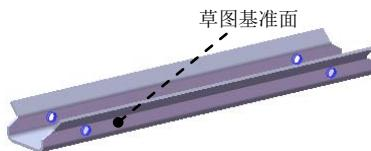
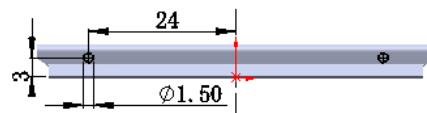

图 13.3.7 切除一拉伸 2
图 13.3.8 横断面草图
Step5. 创建图 13.3.7 所示的切除一拉伸 2。选择下拉菜单 **插入(I)** \rightarrow **切除(C)** \rightarrow **拉伸(E)...** 命令；选取图 13.3.7 所示的模型表面作为草图基准面，绘制图 13.3.8 所示的横断面草图；在 **方向1** 区域的 **下拉列表** 中选择 **完全贯穿** 选项，选中 **正交切除(N)** 复选框。单击 \checkmark 按钮，完成切除一拉伸 2 的创建。